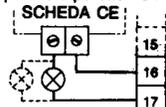

Fig. 2
- 2.C) Collegare la morsettiere a due posti presente su questa scheda o le lampade a 220 V. (Fig. 2)